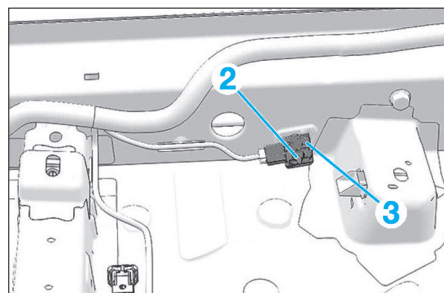

Fig. 25
- Déposer la fixation (2) du capteur d'accélérateur (3) (Fig.25)